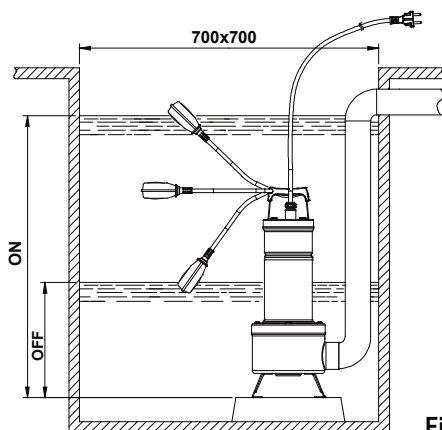

Fig.1
- Om det är mycket smutsigt på brunnens botten där pumpen ska installeras bör pumpen placeras på ett stöd för att undvika igensättning (**Fig.1**)
- För versionen som är utrustad med flottörbrytare ska du kontrollera att flottören kan röra sig fritt (se avsnitt "INSTÄLLNING AV FLOTTÖRBRYTARE"). Min. mått på brunnen där pumpen ska installeras anges i **Fig.1**. Brunnen måste alltid dimensioneras i förhållande till mängd inloppsvatten och pumpens kapacitet, så att motorn inte måste starta ett överdrivet antal gånger.